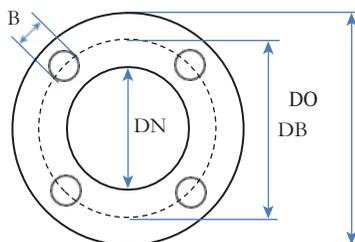

РИСУНОК 8.2
Как и для труб, в обрабатывающей промышленности существует несколько различных стандартов фланцев; наиболее распространенными являются ANSI, DIN и JIS (японский промышленный стандарт, используемый в Азии). Во всех системах существуют как номинальные размеры, так и номинальные значения давления. Согласно DIN и EN, рабочее давление определяется "номинальным давлением" (PN), а в ANSI существуют классы давления в фунтах. Использование одного и того же стандарта на всем заводе, конечно, является преимуществом, так как разные фланцы не будут соответствовать друг другу. В некоторых случаях, особенно для труб диаметром менее 100 мм, фланцы в пределах одного стандарта, но с различным классом давления могут быть соединены друг с другом. Однако, в большинстве случаев, используется различное количество и размеры болтов и эти фланцы не подойдут, даже если номинальный диаметр одинаков (рис. 8.2). Номинальные размеры для некоторых типов фланцев приведены в приложении.